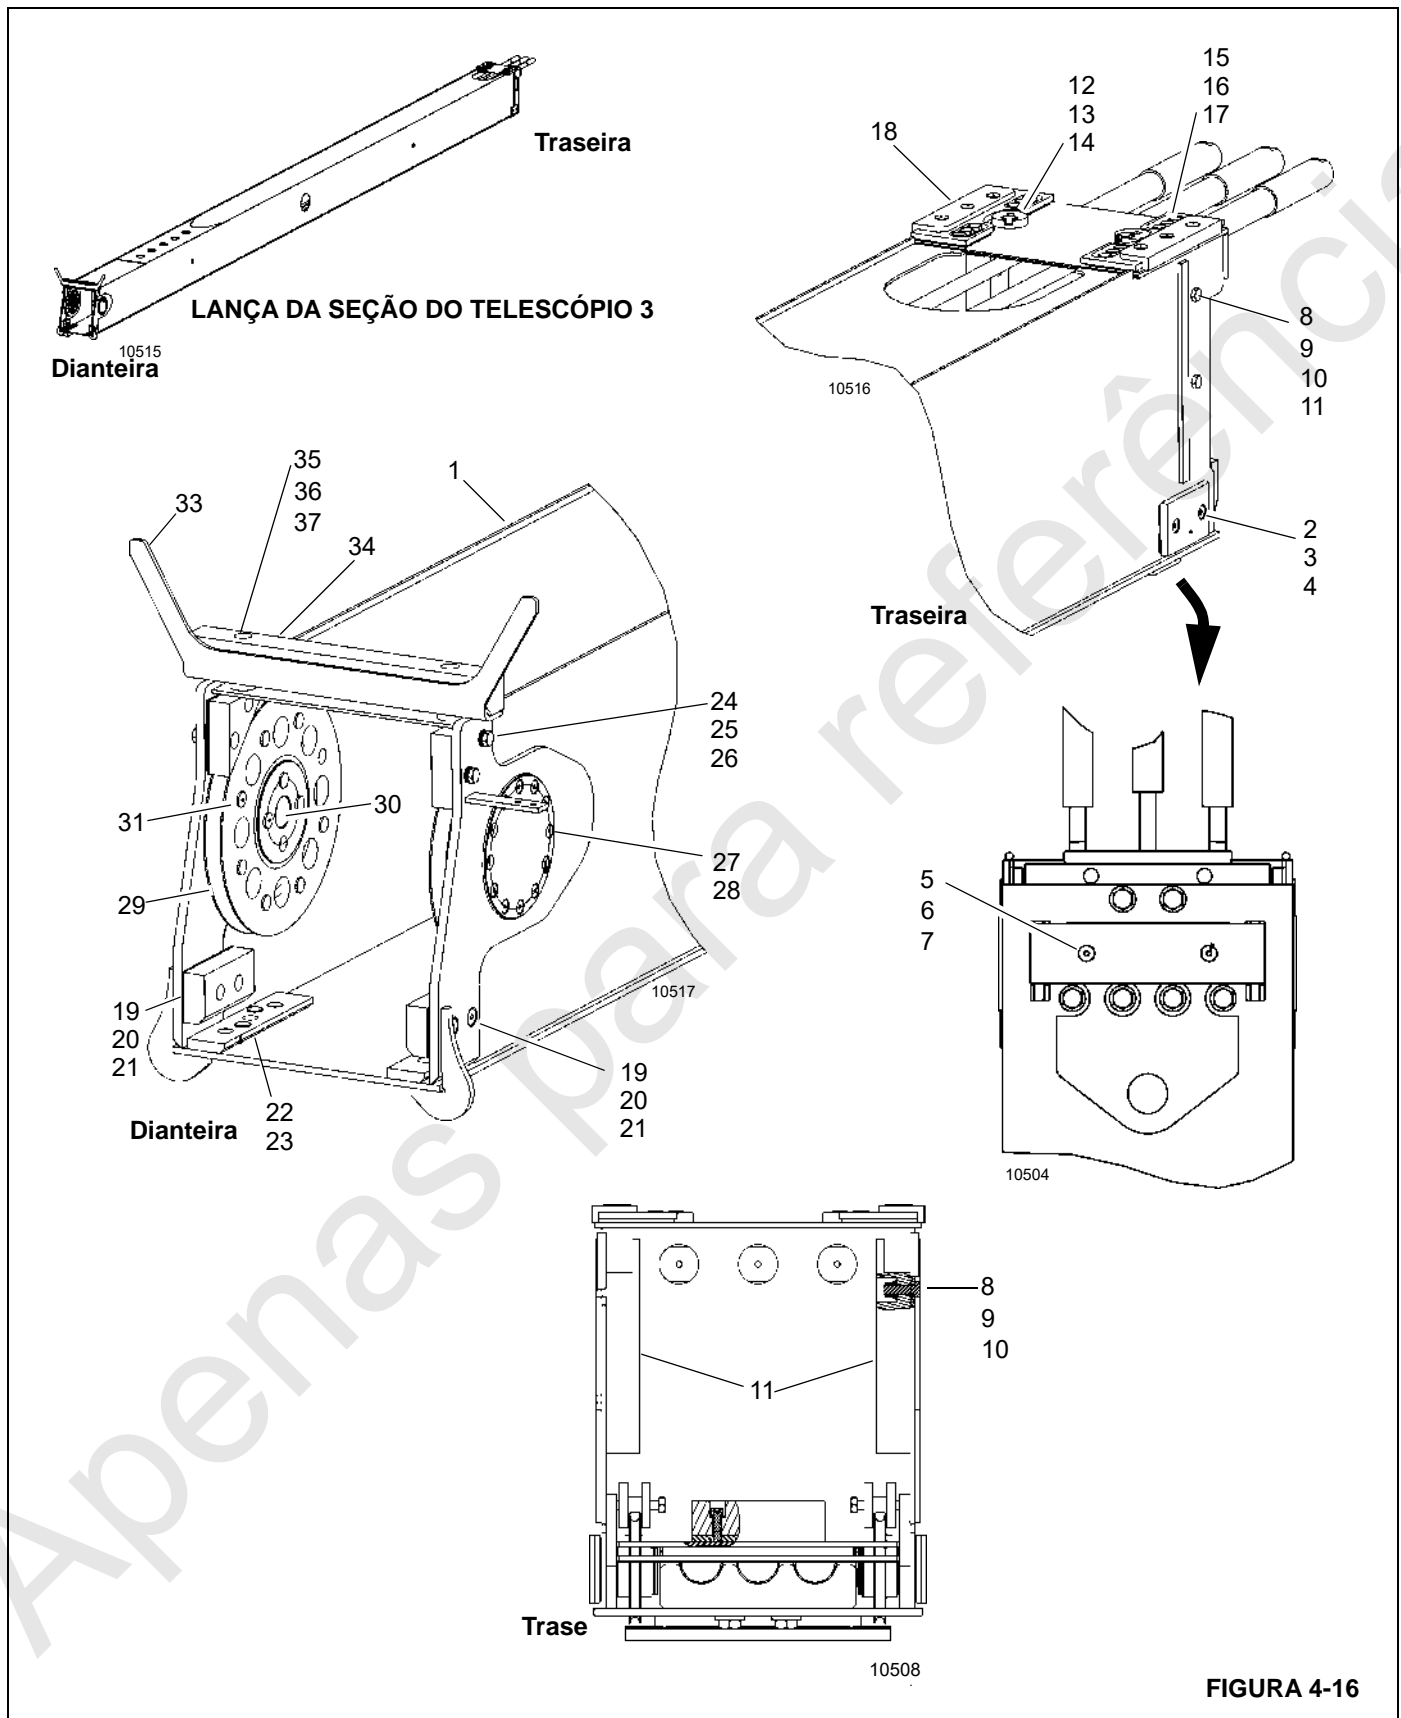
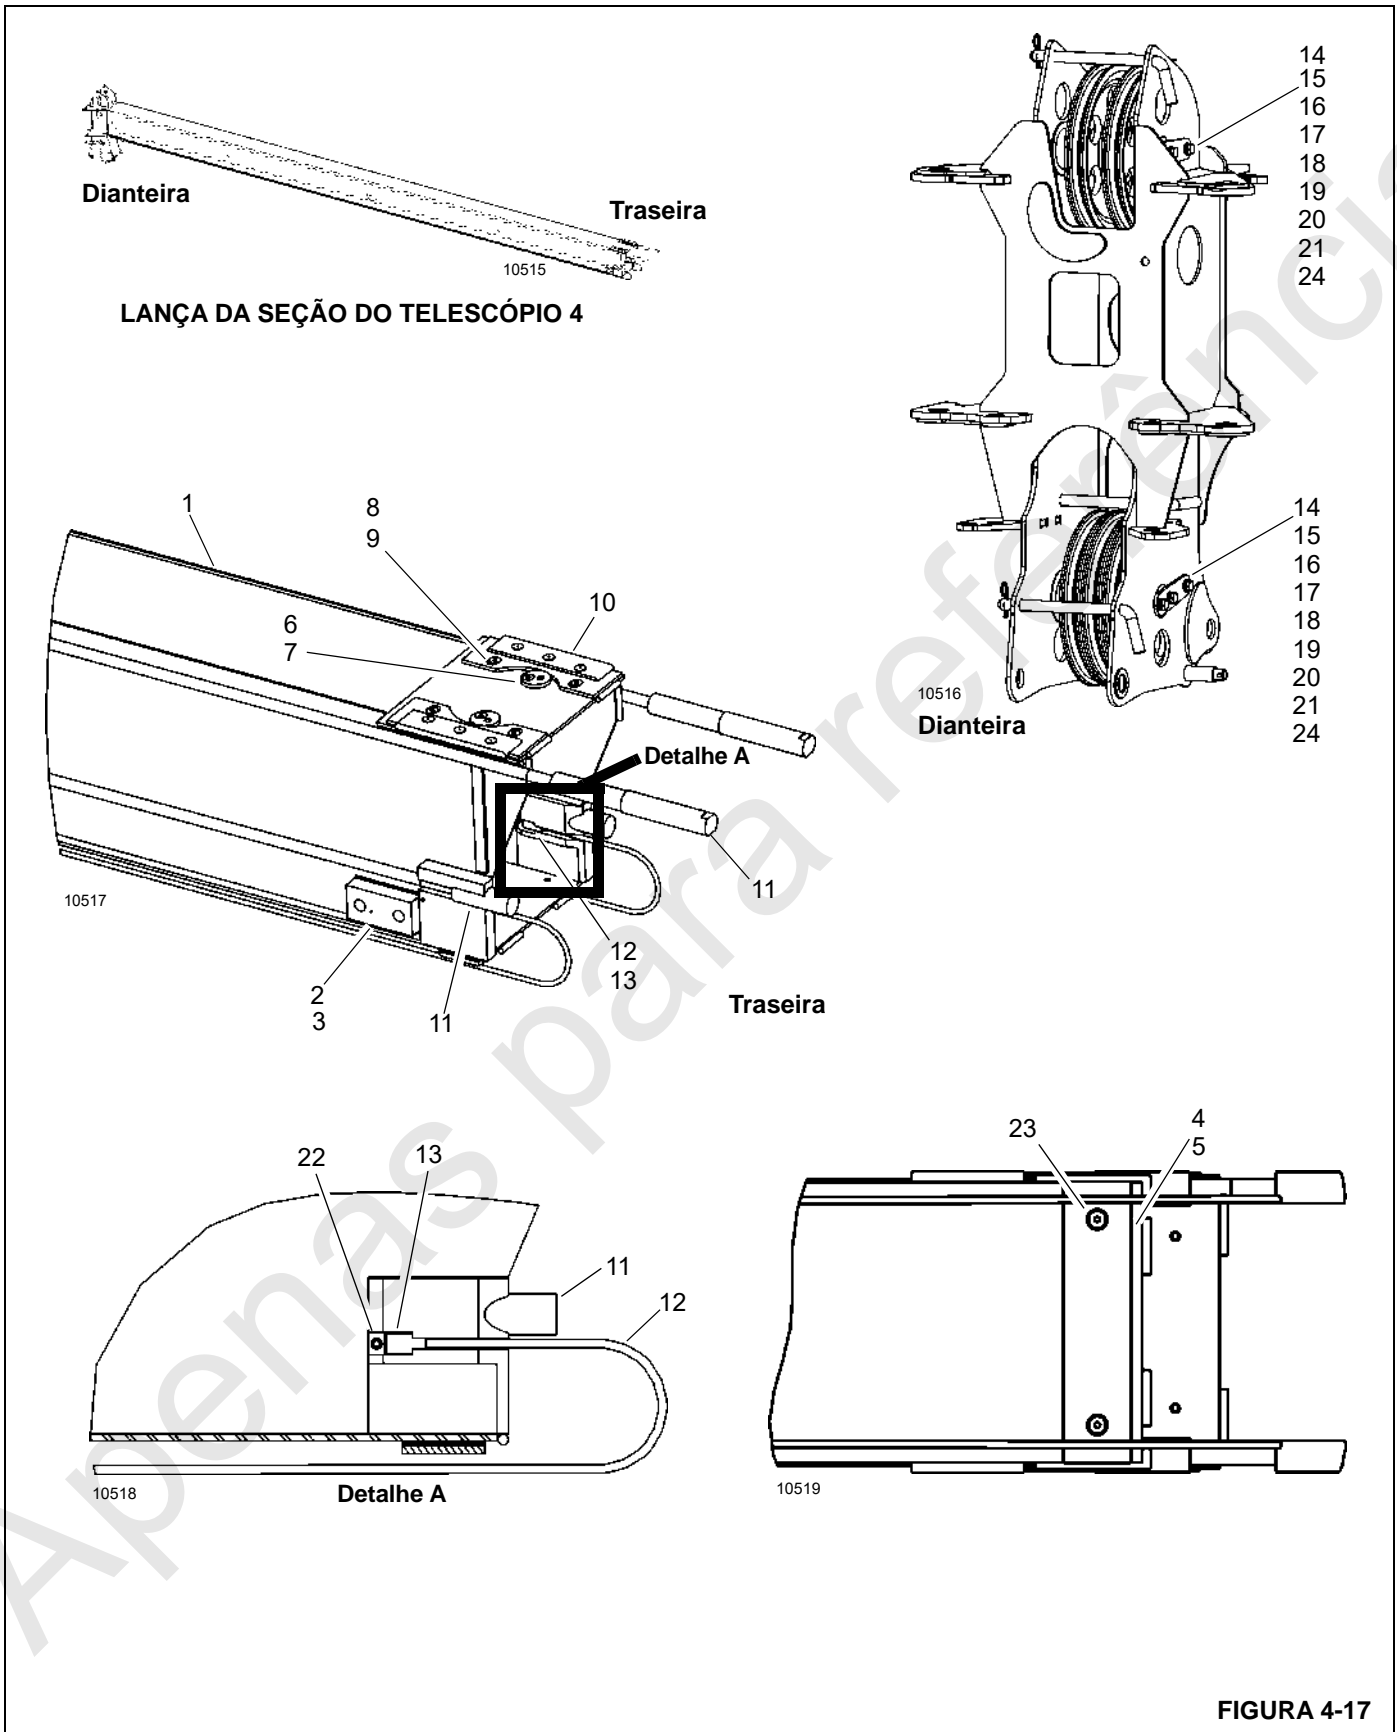

FIGURA 4-16
FIGURA 4-17
Utilize o seguinte procedimento para desmontar e remover a lança da seção do Telescópio 4 da lança da seção do Telescópio 3 (1, Figura 4-16).
5. Remova os parafusos (15), as arruelas (16), o conjunto soldado da placa de desgaste (17) e a placa de desgaste (18) conforme necessário da lança da seção do Telescópio 3 (1).
6. Conecte uma linga ou corrente à ponta da lança da seção do Telescópio 4 (1, Figura 4-17) e puxe a lança da seção do Telescópio 4 aproximadamente 1.828 mm (6 pés) para fora.
7. Remova e etiquete os parafusos laterais (19, Figura 4-16), os calços (20) e as placas de desgaste (21) da ponta da lança da seção do Telescópio 3 (1).
8. Remova e etiquete os parafusos (22) e as placas de desgaste inferiores (23) da ponta da lança da seção do Telescópio 3 (1).
9. Remova e etiquete os parafusos (24), os calços (25) e as placas de desgaste (26) da parte superior da lança da seção do Telescópio 3 (1).
10. Remova os parafusos Allen (27) dos pinos das polias de extensão 3/4/5 (28) e remova os pinos das polias de extensão 3/4/5 enquanto remove as polias de extensão 3/4/5 (29).
13. Se necessário, etiquete e remova as placas de desgaste (3, Figura 4-17) e os calços (2) da traseira da lança da seção do telescópio 4.
14. Se necessário, etiquete e remova os parafusos (23), a placa de desgaste (5) e os calços (4) da traseira da lança da seção do telescópio 4.
Tabela 4-4 Lista de itens da lança da seção do Telescópio 3 da figura 4-16
Tabela 4-4 Lista de itens da lança da seção do Telescópio 3 da figura 4-16 (Continuação)
Tabela 4-5 Lista de itens da lança da seção do Telescópio 4 da figura 4-17
1. Monte e depois instale as polias (14, Figura 4-17) e rolamentos (20) na caixa de polias da extremidade da lança.
4. Levante a lança da seção do Telescópio 4 contra a parte superior da lança da seção do Telescópio 3 e instale as placas de desgaste (23, Figura 4-16) e os parafusos (22)
1. Instale os pinos (28) e rolamentos (30) das polias de extensão 3/4/5 nas polias de extensão 3/4/5 (29). Instale os buíões de desgaste (31) nos furos em cada lado das polias de extensão. Faça um laço com os cabos de extensão 3/4/5 (11, Figura 4-17) ao redor das polias de extensão 3/4/5 (29, Figura 4-16) e instale as polias de extensão 3/4/5 na lança da seção do Telescópio 3. Instale os parafusos de retenção (27) nos pinos da polia de extensão 3/4/5 (28) e aperte.
2. Instale as placas de desgaste laterais superiores (26) com calços (25) e parafusos (24). Instale as placas de desgaste laterais inferiores (21) com calços (20) e parafusos (19) na parte dianteira dentro da lança da seção do Telescópio 3.
3. Instale a guia do cabo (33) com a placa de desgaste (34) e elementos de fixação relacionados (35, 36 e 37) na parte dianteira superior da lança da seção do Telescópio 3. Empurre a lança da seção do Telescópio 4 para dentro da lança da seção do Telescópio 3 até que as placas de desgaste superiores na base da lança da seção do Telescópio 4 (10, Figura 4-17) estejam acessíveis através do furo de acesso na traseira da lança da seção do Telescópio 3. Centralize a lança da seção do Telescópio 4 dentro da lança da seção do Telescópio 3 e, em seguida, ajuste as placas de desgaste superiores de acordo com as instruções de calibragem nesta seção. Pressione a lança da seção do Telescópio 4 completamente para dentro da lança da seção do Telescópio 3 mantendo os cabos de extensão 3/4/5 esticados e trace uma marca na ponta da lança da seção do Telescópio 4 na frente das placas de desgaste laterais lança da seção do Telescópio 3, para a sequência de retração (Figura 4-27).
5. Pressione as extremidades do botão dos cabos de retração 5/4/3 (12, Figura 4-17) através das aberturas
na base inferior da lança da seção do Telescópio 3 e dobre as extremidades do botão para fora da parte traseira da seção do Telescópio 3. Puxe as extremidades roscadas do cabo de retração 5/4/3 (12) em direção à ponta da lança. Instale a extremidade do botão dos cabos de retração 5/4/3 (13, Figura 4-17) nas placas de fixação na base inferior da lança da seção do Telescópio 4. Fixe com parafusos de trava (22).
NOTA: Tenha cuidado para manter os cabos de retração 5/4/3 (12, Figura 4-17) esticados, não cruzando os cabos e mantendo todos os cabos longe de pontos de compressão criados pelas lingas e placas inferiores.
4. Monte os retentores do cabo de retração 5/4/3 (18) nos cabos de retração 5/4/3 (12, Figura 4-17), coloque duas porcas logo após o plano na extremidade rosqueada dos cabos de retração e monte na ponta inferior da lança da seção do Telescópio 2.